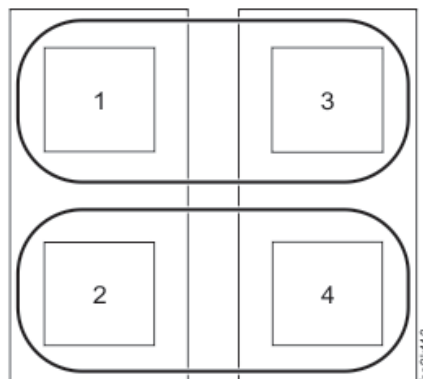

Figura 23. Cruce de puertos de adaptador de controlador de red
- Utilizar adaptadores tanto de canal de fibra como iSCSI dentro de cada controlador de cuadrícula, tal como se muestra en Figura 23 en la página 59.